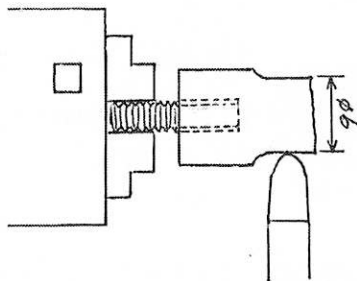

図7 ピストンの試し削り
滑らかに入るようになるかである。ここで市販のM4ステンレスの長ねじの登場である。接続棒下端部が加工された自作接続棒では、主軸チャックに固定する際に少々難があるためである。手順は、①ピストンに市販のM4の長ねじを組み込む。②長ねじ部を主軸チャックに固定し、長めに作っておいたピストン上部の試し削り部を外周削り（図7）する。ま